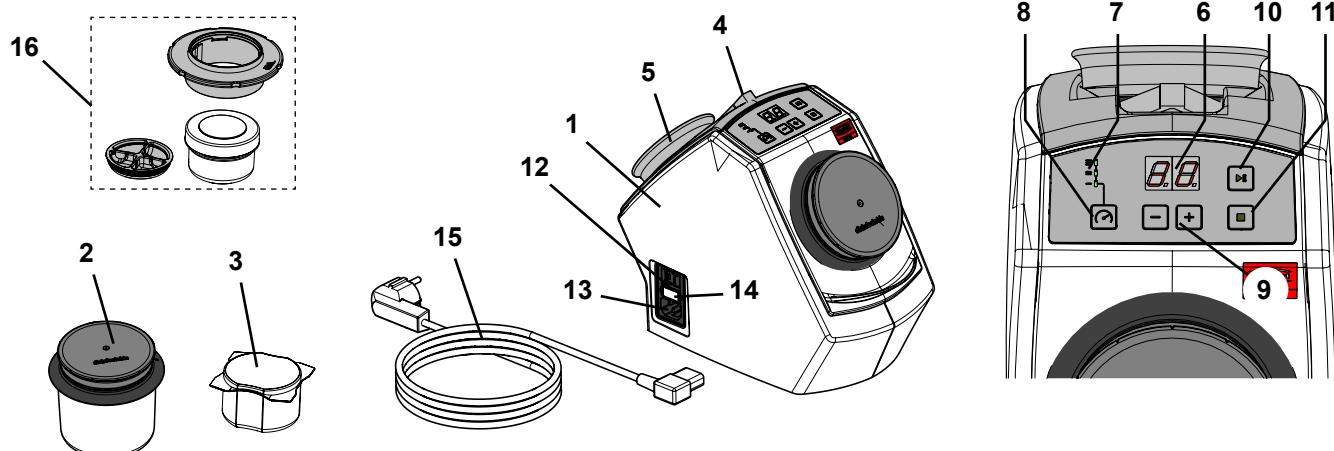

图 1
- ▶ 固位磁铁（图 1，位置 5）包含铅。
- ⇒ 镊子和磁铁位于机身后端的凹槽内（图 1）。
- ⇒ 选择适当的插头和电源线（15, 图 1）。
- ⇒ 将电源线与电源（13, 图 1）连接。
- ⇒ 打开设备开关（12, 图 1）。
- ⇒ 将 ~ 5克清洗针放进 SYMPRO 义齿清洁迷你杯（附件，图1、16）